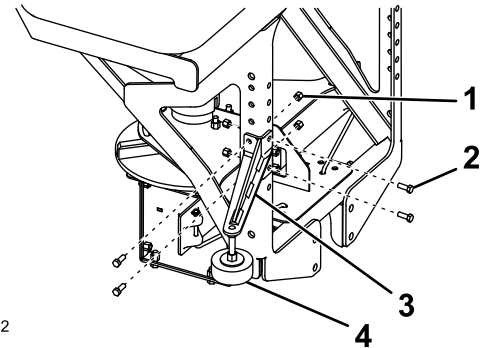

Bild 7
ein Drehmoment von 27 N·m an, wie in Bild 7 dargestellt.
5. Schrauben Sie die Blöcke an den Stützarmen bis sie eng an der Stoßstange des Fahrzeugs anliegen und ziehen Sie die Kontermutter fest, um die Blöcke zu sichern (Bild 7).
8. Befestigen Sie die Stützarme mit 8 Schrauben ( $\frac{3}{8}$ " ) und 8 Sicherungsmuttern ( $\frac{3}{8}$ " ) am Rahmen des Streuers und ziehen Sie die Schrauben auf ein Drehmoment von 27 N·m an, wie in Bild 7 dargestellt.
anliegen und ziehen Sie die Kontermutter fest, um die Blöcke zu sichern (Bild 7).